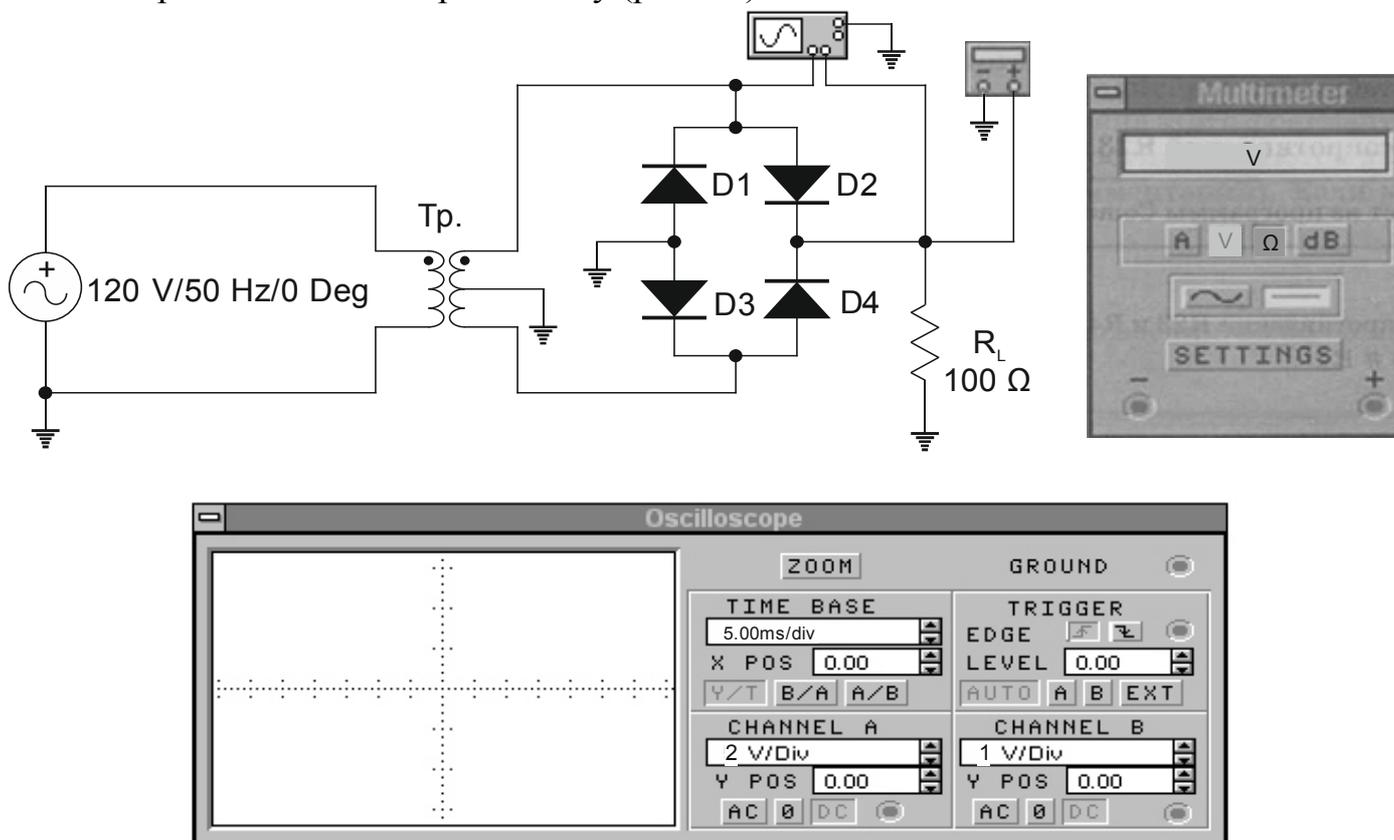

Рис. 9.3.
3.1. На рабочем поле собрать схему (рис.9.3)